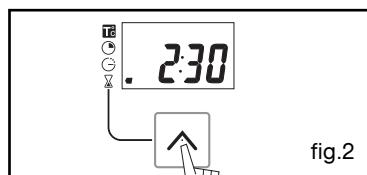

fig.2
- Appuyez sur la touche "▲" pour valider ou attendre quelques secondes (fig.2).